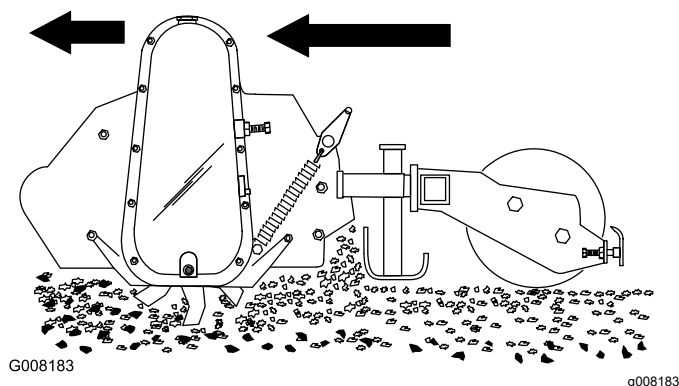

Figura 9
1. Desça o cultivador para o solo e certifique-se de que a caixa da corrente está na perpendicular em relação ao solo (Figura 9).